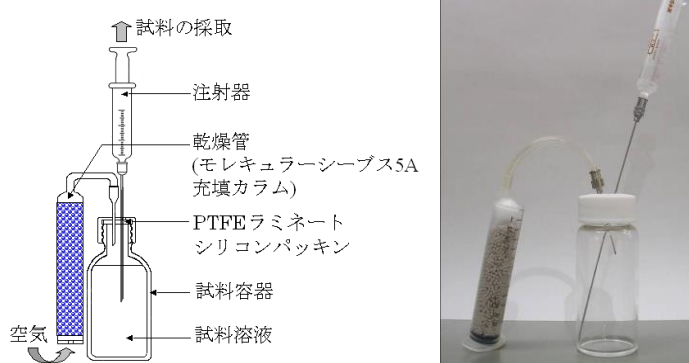

図 5・1 試料採取法の概念図
- ① 注射器は良く乾燥したものを使用してください。乾燥が不十分であると試料が吸湿し、安定した測定結果が得られない可能性があります。
- ② 微量水分の測定を行うときは、バックグラウンド値が高いと測定に影響しますので10以下になってから測定を行ってください。
- ③ 試料の吸湿を防ぐため、図 5・1 に示した様なバイアル瓶を使用し試料を採取することを推奨いたします。